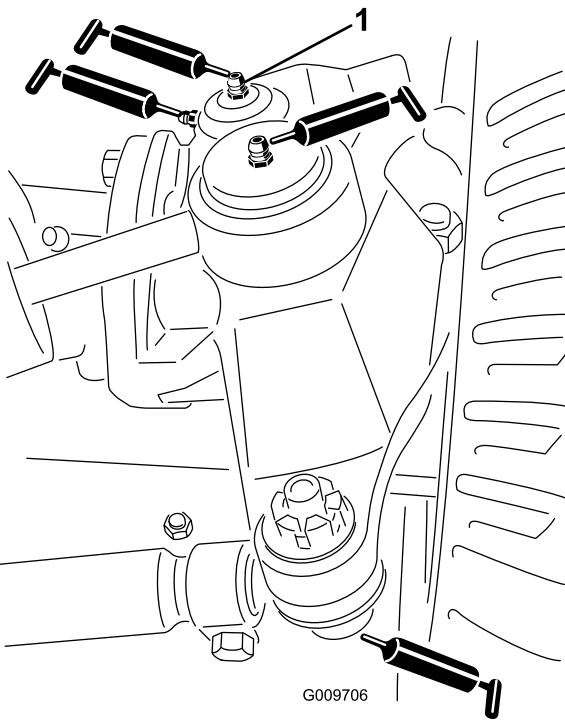

Figura 52
- Rótulas do cilindro da direção (2), como se mostra na Figura 52
- Rótulas da barra de ligação (2), como se mostra na Figura 52
- Casquilhos do pino principal (2), como se mostra na Figura 52